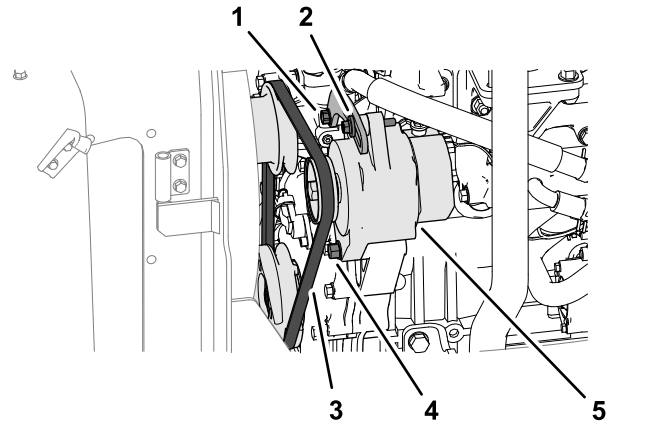

Figura 67
1. Aplique una fuerza de 10 kgf contra la correa del alternador (Figura 67), en el punto intermedio entre las poleas.
- Si la desviación de la correa es inferior a 10 mm, afloje el perno del pivote del alternador y el perno tensor (Figura 67), y reduzca la tensión de la correa.
- Si la desviación de la correa es superior a 10 mm, afloje el perno de pivote del alternador y el perno tensor (Figura 67), y aumente la tensión de la correa.
3. Apriete los pernos (Figura 67).